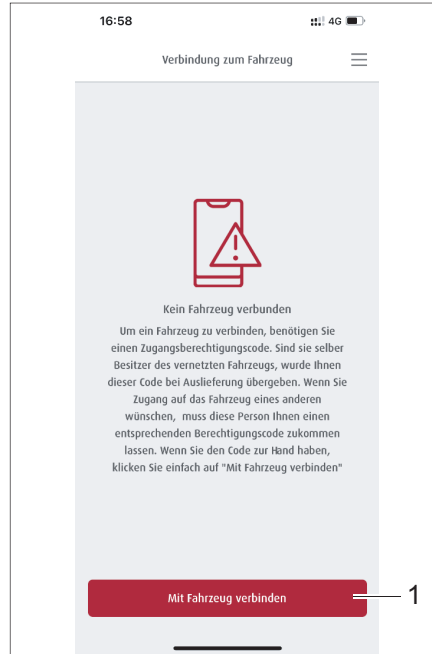

Bild 298 Verbindung zum Fahrzeug
Es erscheint das Menüfeld Verbindung zum Fahrzeug (Bild 298). Gibt es schon Fahrzeuge, die verbunden sind, werden sie hier abgebildet.
- Auf Schaltfläche *Mit Fahrzeug verbinden* (Bild 298,1) tippen.